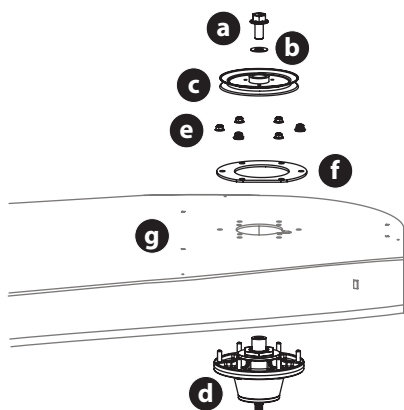
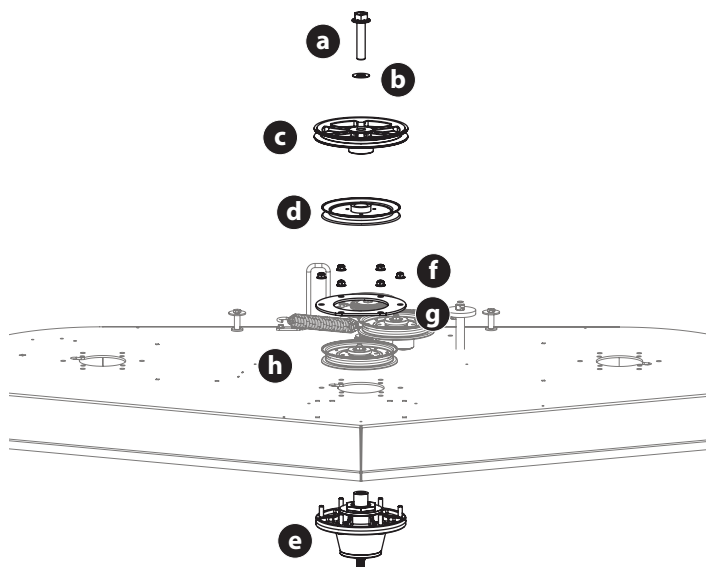

Fig. 47
Fig. 48
- Pour retirer les ensembles de broche gauche et droite (Fig. 47):
- Pour retirer les ensembles de centre (Fig. 48) :
- Inversez le processus pour installer l'ensemble de la broche. Lors de l'installation de la nouvelle broche, veillez à ce que la quincaillerie soit installée correctement (Fig. 47 ou Fig. 48). Serrez les boulons hexagonaux de la bride à 250 po-lb (339 N-m) et les écrous de blocage de la bride de 21 à 32 pi-lb (28 à 43 N-m).